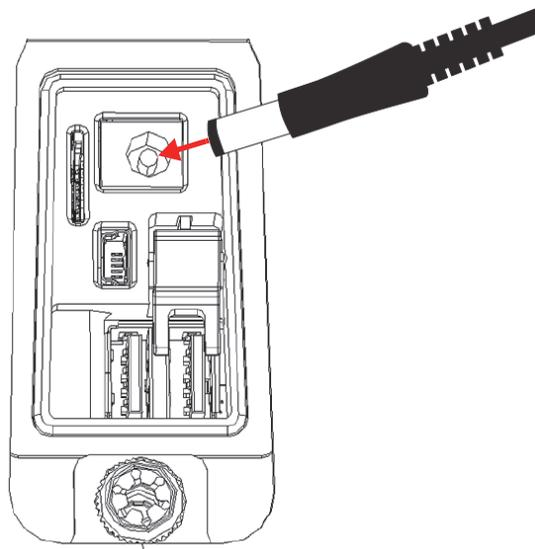

Figura 3-5 Collegamento della spina di alimentazione CC
3. Collegare la spina di alimentazione CC della presa del caricabatterie-alimentatore CA nella presa di alimentazione CC del Vanta (vedere Figura 3-5 a pagina 54).